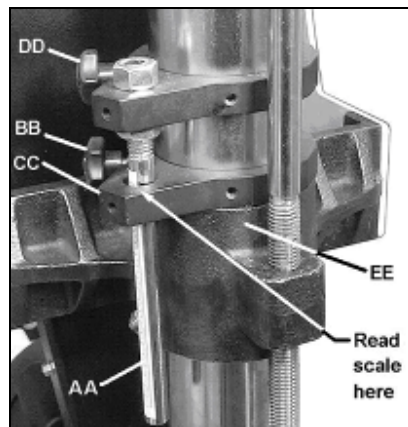

Fig 12
Senken Sie die Halterung (CC, Fig 12) bis auf die Tischhalterung (EE) ab.